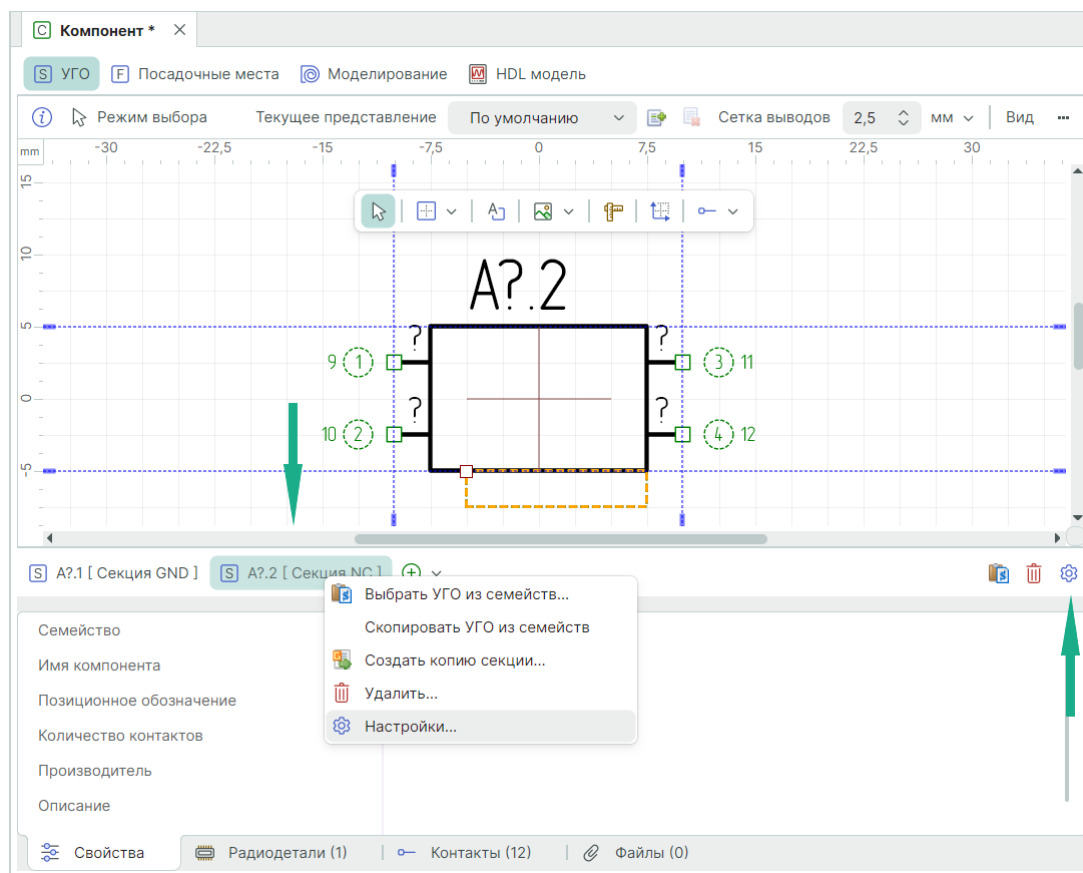

Рис. 224 Вызов настроек секций
1. Вызовите окно настроек из контекстного меню секции или с помощью символа , расположенного в правой части редактора, см. Рис. 224.